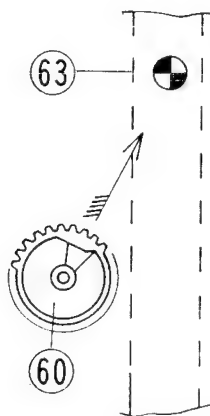

Figure 14
When Cam (60) is replaced, make sure that the depressed part on the cam should be mounted facing with the tonearm (Fig. 14).
カム(60)をシャフトに取り付ける際に、カムのくぼみの部分がトーンアームの方向を向くように注意する。(図14)